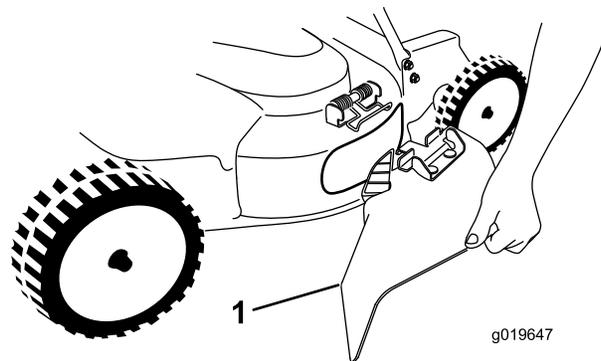

Figura 26
5. Montate il condotto di scarico laterale (Figura 26) sollevando la molla, posizionando il condotto sopra l'apertura e abbassando la molla sulle spine nella parte superiore del condotto di scarico.